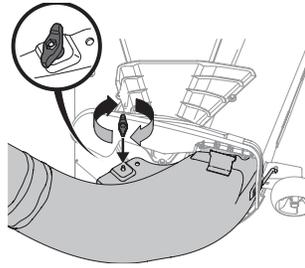

Figure 20
5. Fixez le coude de la goulotte de descente au plateau de coupe au moyen du bouton à ailettes (720-04122) inclus dans la trousse du dispositif d'ensachage. Consultez la Figure 20.